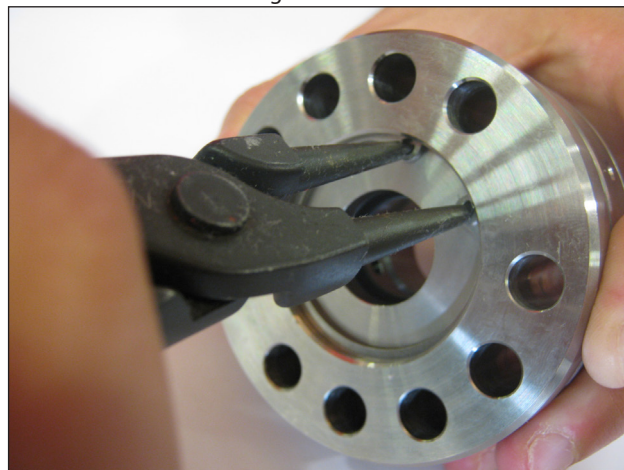
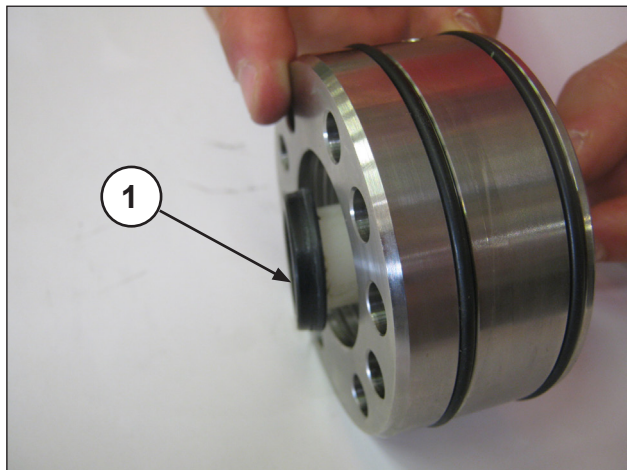

Fig. 126
Fig. 127
- Desmontar la anilla seeger y la anilla de retención de las juntas como se indica en la Fig. 126 y extraer la junta de retención LP (baja presión) ① con un pasador de plástico, como se indica en la Fig. 127.